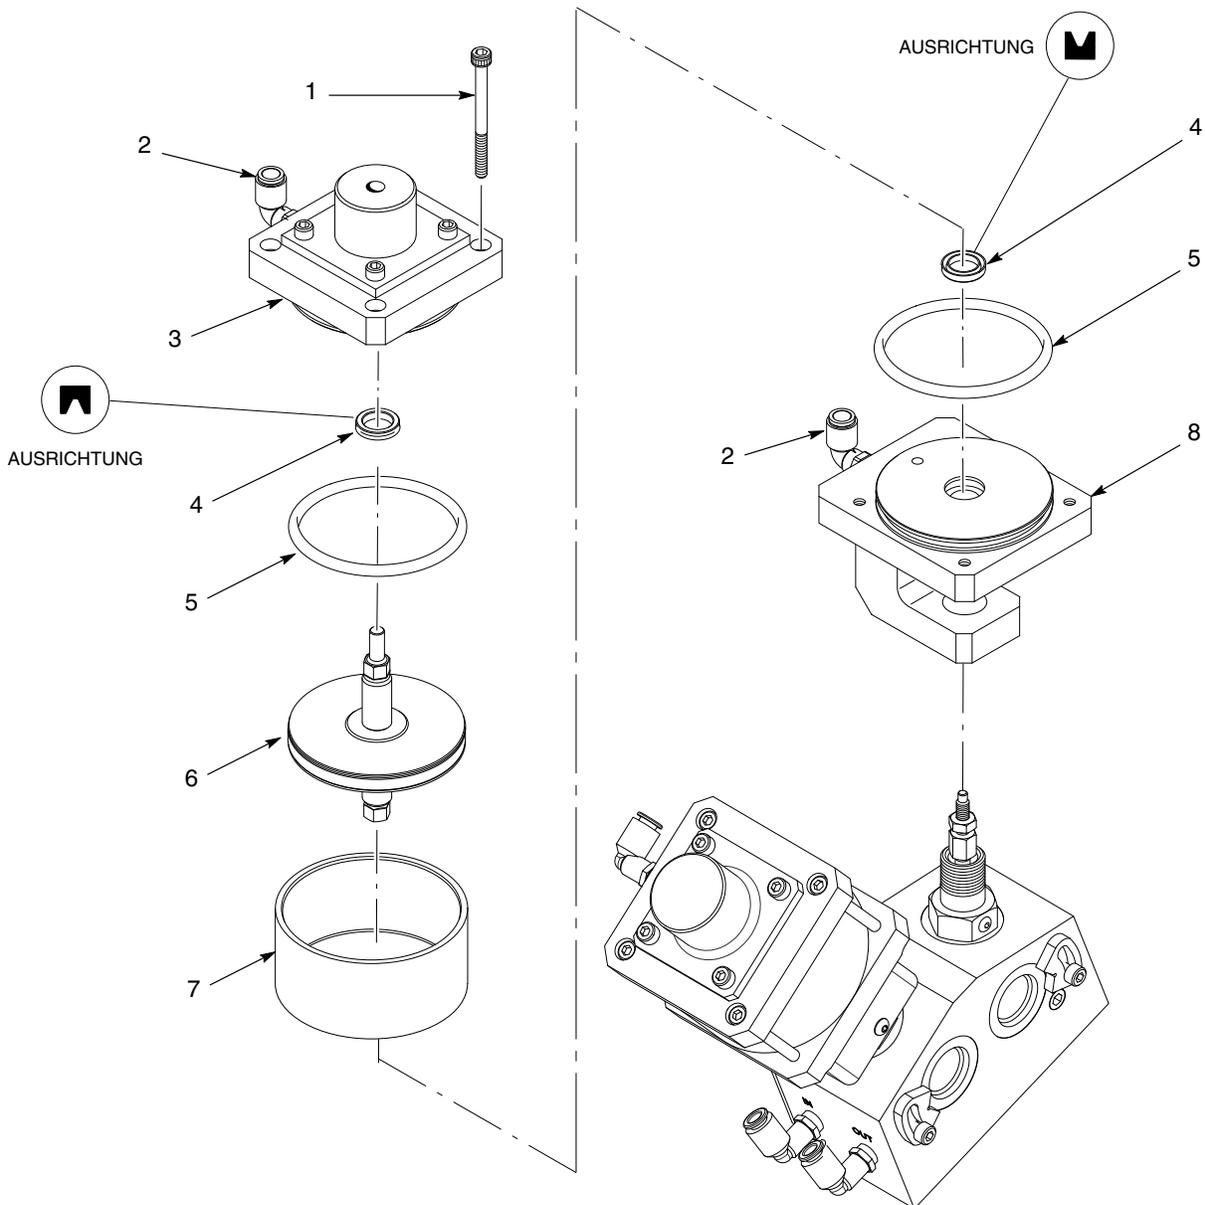

Abb. 5 Luftkolbenbaugruppe ersetzen
2. Den Sechskant der Luftwelle (1) mit einem 10 mm-Schlüssel festhalten und die Quetschmutter (2) mit einem zweiten 10 mm-Schlüssel lösen.
3. Mit einem 1-Zoll Maulschlüssel die Haltemutter (4) losschrauben, die das Joch (5) am Sechskant der Haube hält (6).
4. Den Sechskant der Luftwelle (1) mit einem 10 mm-Schlüssel festhalten und mit einem zweiten 10 mm-Schlüssel die Verbindungsmutter (3) greifen. Verbindungsmutter losschrauben.
5. Die Luftzylinderbaugruppe (9) vom Auftragskopf abnehmen.
6. Siehe Abb. 5. Mit einem 4 mm-Innensechskantschlüssel die vier Innensechskantschrauben (1) vom oberen Zylinderkopf (3) abnehmen.
7. Den oberen Zylinderkopf vom Joch/unteren Zylinderkopf (8) trennen.
8. Die Zylinderbuchse (7) und die Baugruppe Kolben/Stange (6) abnehmen. Die alte Kolbenbaugruppe entsorgen.
9. Die Lippendichtungen (4) aus den Nuten im oberen und unteren Zylinderkopf entfernen.
10. O-Ringe (5) der Zylinderköpfe abnehmen und entsorgen.
1. Siehe Abb. 5. Neue Lippendichtungen (4) mit Magnalube-G bestreichen und wie gezeigt installieren.
2. Zwei neue Zylinderkopf-O-Ringe (5) schmieren und installieren.
3. Die Innenseite der Zylinderbuchse (7) und die äußere blaue Dichtung der Baugruppe Kolben/Stange (6) abnehmen schmieren.
5. Die Kolbenstange im Joch/unteren Zylinderkopf (8) installieren. Die Zylinderbuchse auf das Joch stecken.
6. Den oberen Zylinderkopf (3) mit dem O-Ring nach unten auf die Zylinderbuchse (7) stecken.
7. Oberen und unteren Zylinderkopf gerade ausrichten, so dass die Luftverschraubungen (2) auf einer Linie liegen.
8. Die Gewinde der vier Innensechskantschrauben (1) schmieren und die Schrauben installieren, um den oberen Zylinderkopf am unteren Zylinderkopf zu befestigen. Die Schrauben mit 5,2 N•m (46 in.-lb) anziehen.